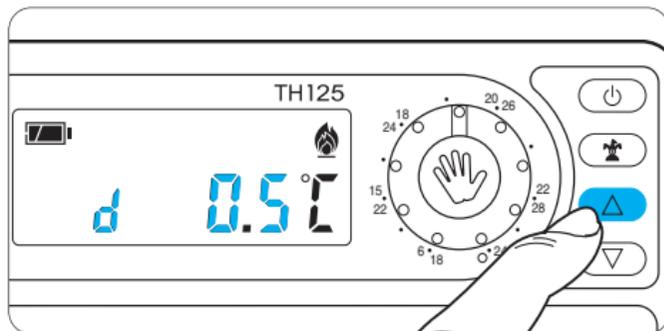

Fig. 14
4.2 - Premere il pulsante **▽** (indietro) o **△** (avanti) (fig. 14) sino a che non si raggiunge il valore desiderato. Dopo circa 10 s o premendo il pulsante **⏏** sul display vengono visualizzate l'ora e la temperatura ambiente.